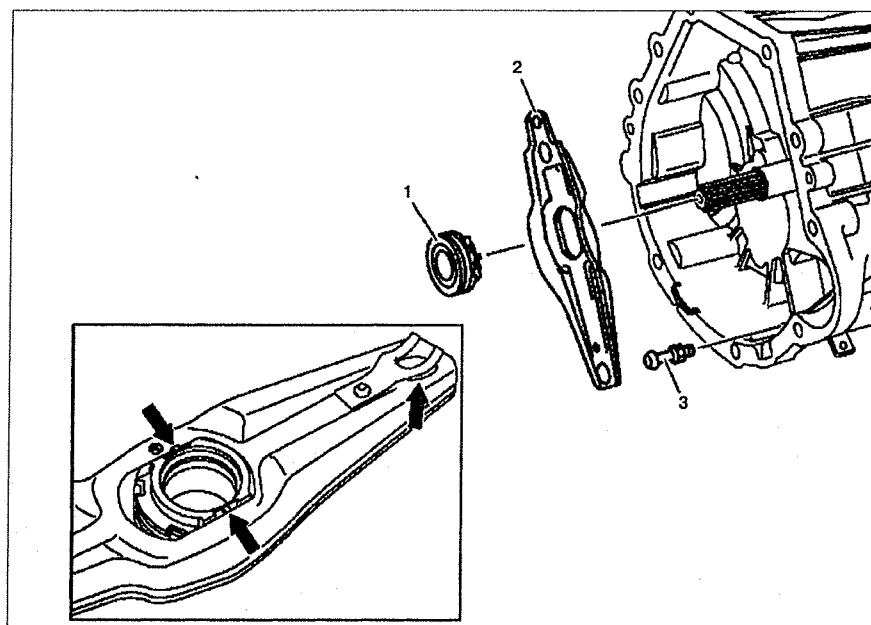

Рис. 6.3. Рычаг выключения сцепления (только на автомобилях с двигателями 111.948 и 601.970):
2. Снимите рычаг выключения сцепления 2 вместе с подшипником выключения сцепления 1 с корпуса сцепления. Снимите рычаг выключения сцепления 2 со стороны рабочего цилиндра так, чтобы болт со сферической головкой 3 мог быть снят без повреждений пружины (стрелка) (см.рис.6.3).